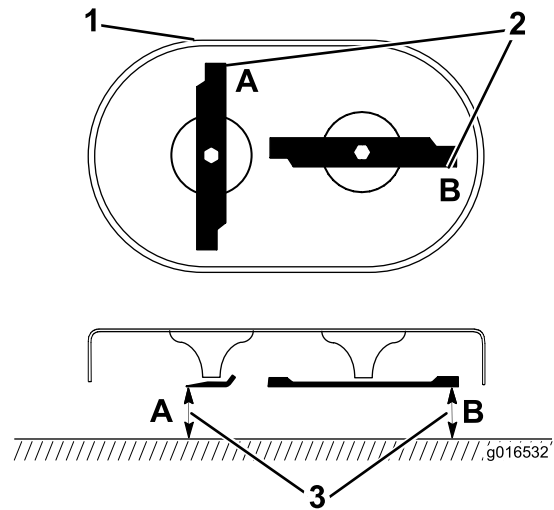

Figura 42
1. Gire las cuchillas hasta que estén posicionadas según se muestra en Figura 42.
2. Mida desde una superficie nivelada hasta los filos de corte, en las posiciones A y B, (Figura 42) y anote las dimensiones.